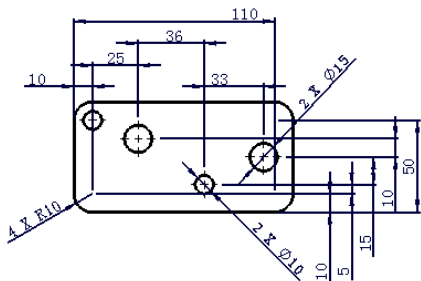

图 6.4.4 以链的方式生成尺寸
- ☒ **链**：以链的方式生成尺寸，如图 6.4.4 所示。